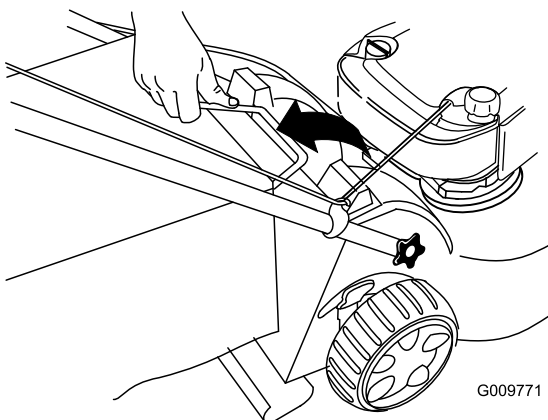

Bild 29
2. Heben Sie den Fangkorbgriff aus den Kerben oben an der Maschine und nehmen Sie den Fangkorb ab (Bild 29).